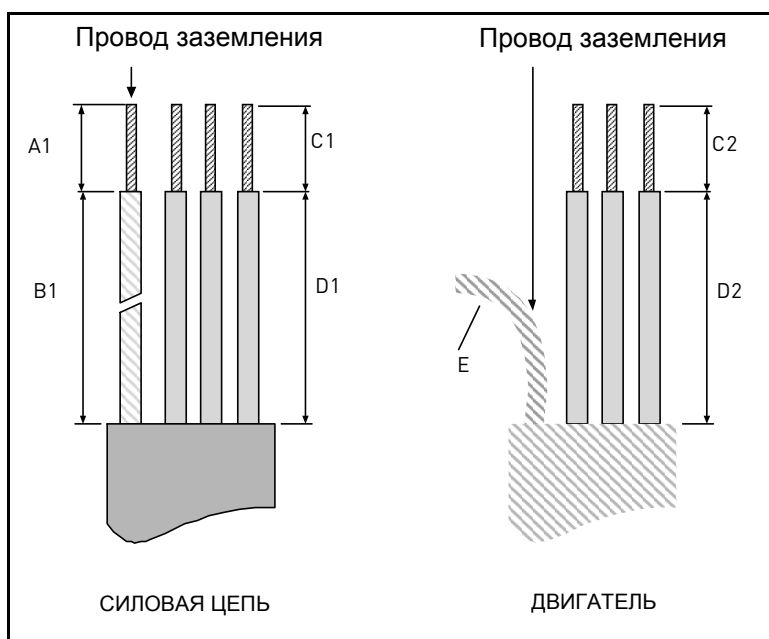
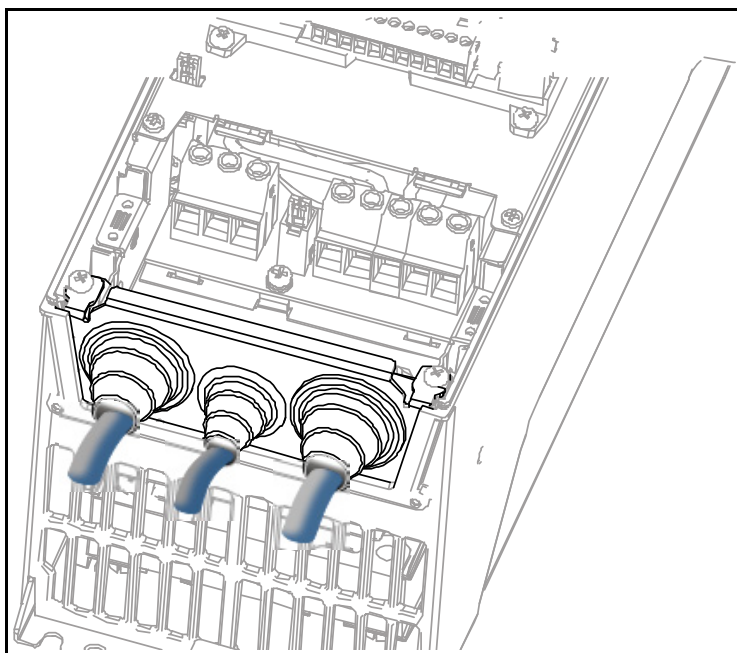
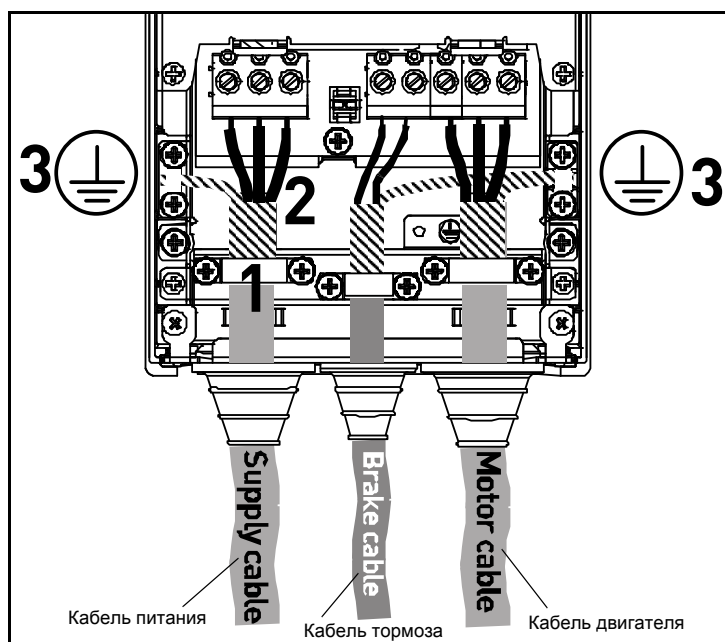

Рисунок 18. Зачистка кабелей
Рисунок 24.
Рисунок 25.
Снимите кабельные зажимы и зажимы для заземления (рис. 24) и поместите плату ввода с кабелями в пазы в корпусе привода переменного тока (рис. 25).
Подсоедините зачищенные кабели (см. рис. 18 и Таблица 12), как показано на рис. 25.
- Обнажите экраны трех кабелей, чтобы обеспечить их соединение по всей окружности (360 градусов) с кабельным зажимом (1).
- Подсоедините (фазные) провода питания, тормоза и двигателя к соответствующим клеммам (2).
- Свейте в косы оставшиеся части кабельного экрана на всех трех кабелях и соедините косы с зажимами, как показано рис. 25 (3). Длина скрученных экранов должна быть достаточна **только** для присоединения их к клеммам, но не более того.